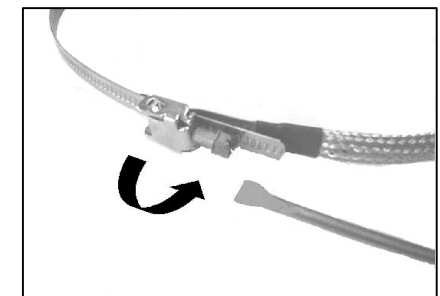

Fig.2
- Schließen Sie den Verschluss wieder und fixieren Sie ihn mit der Schraube. (Fig.2)
- Close the lock again and fix it with the screw. (Fig.2)